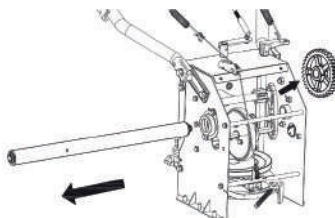

Рис. 36
3. Вытяните приводной вал. См. рисунок 36.